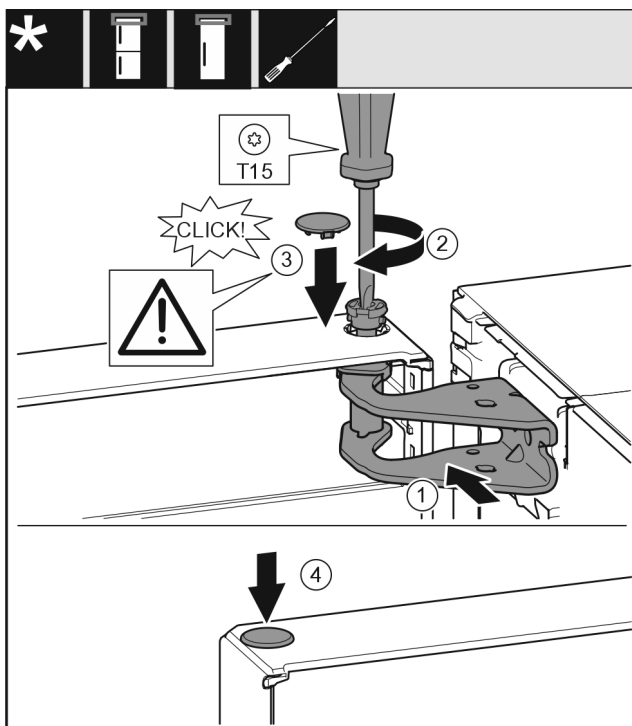

Fig. 13
- ▶ Tür oben zur Öffnung im Lagerbock ausrichten. Fig. 13 (1)
- ▶ Bolzen einsetzen und mit Schraubendreher T15 festschrauben. Fig. 13 (2)
- ▶ Sicherungsabdeckung zur Sicherung der Tür montieren: Sicherungsabdeckung einsetzen und kontrollieren ob sie auf der Tür aufliegt. Ansonsten Bolzen vollständig einsetzen. Fig. 13 (3)
- ▶ Stopfen einsetzen. Fig. 13 (4)